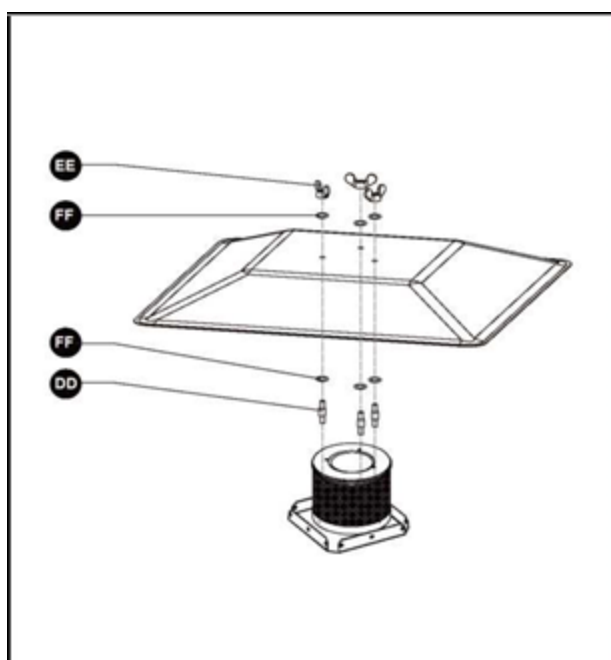

Рис. 8. Установка отражателя на дожигатель.
Прикрутите шпильки 3 шт. (DD) к дожигателю в сборе (В), наденьте плоские шайбы 3 шт. (FF) на верхнюю часть шпильки (DD), затем наденьте отражатель (А) на шпильки (DD), закрепите их тремя плоскими шайбами (FF) и тремя гайками (ЕЕ), как показано на Рис.8.